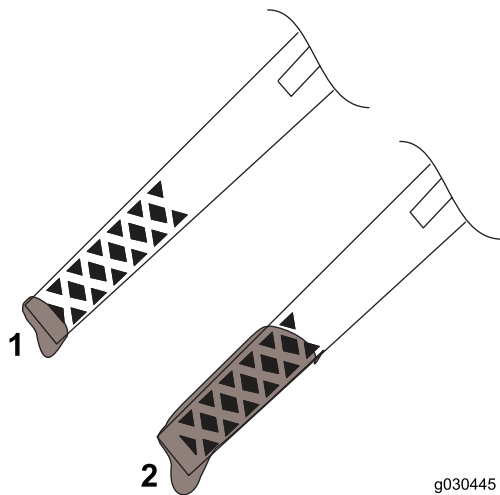

Рисунок 16
- Если уровень масла находится ниже отметки Add (Добавить) на шупе (Рисунок 16), долейте масло. См. Замена масла в двигателе (страница 17)
- Если уровень масла находится выше отметки Full (Полный) (Рисунок 16), слейте излишек масла, чтобы довести его уровень до метки Full (Полный) на шупе; см. (страница ).